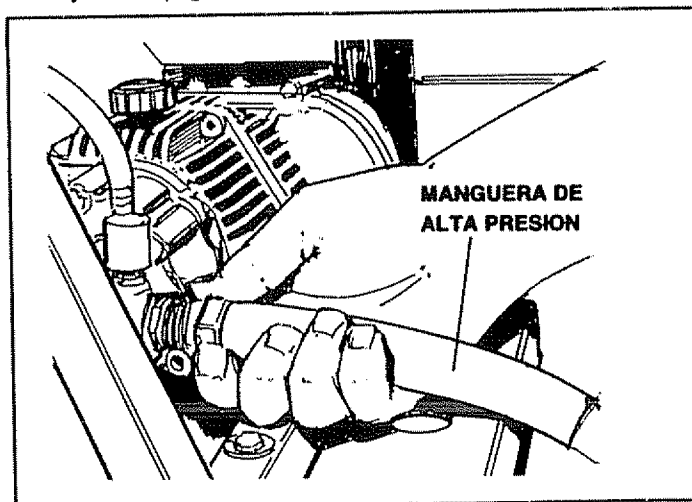

FIG. 6
- Conecte el otro extremo de la manguera de alta presión al acople metálico superior de la bomba. Apriételo con la llave ajustable (Fig. 6).